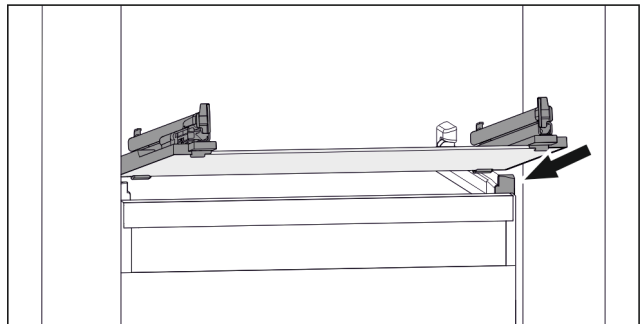

Fig. 113 Примерно изображение на стъклената плоча
- ▶ Поставете стъклената плоча под ъгъл зад ограничителите. (виж Fig. 113)